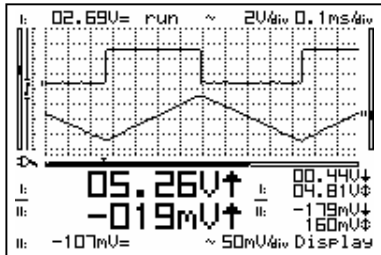

Fig 15
- A **full grid** divides the screen into reference lines. (Fig. 15)
- **Volledig raster:** verdeelt het scherm in referentielijnen. (Fig. 15)
- **Une grille en trait plein** divise l'écran en lignes de référence. (Fig. 15)
- **Voller Raster :** verteilt den Schirm in Bezugslinien. (Abb. 15).